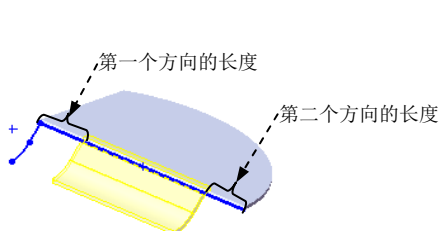

图 7.2.28 设置两个方向的长度
- **起始/结束处等距(O)** 区域：用于设置斜接法兰的第一方向和第二方向的长度。如图 7.2.28 所示。